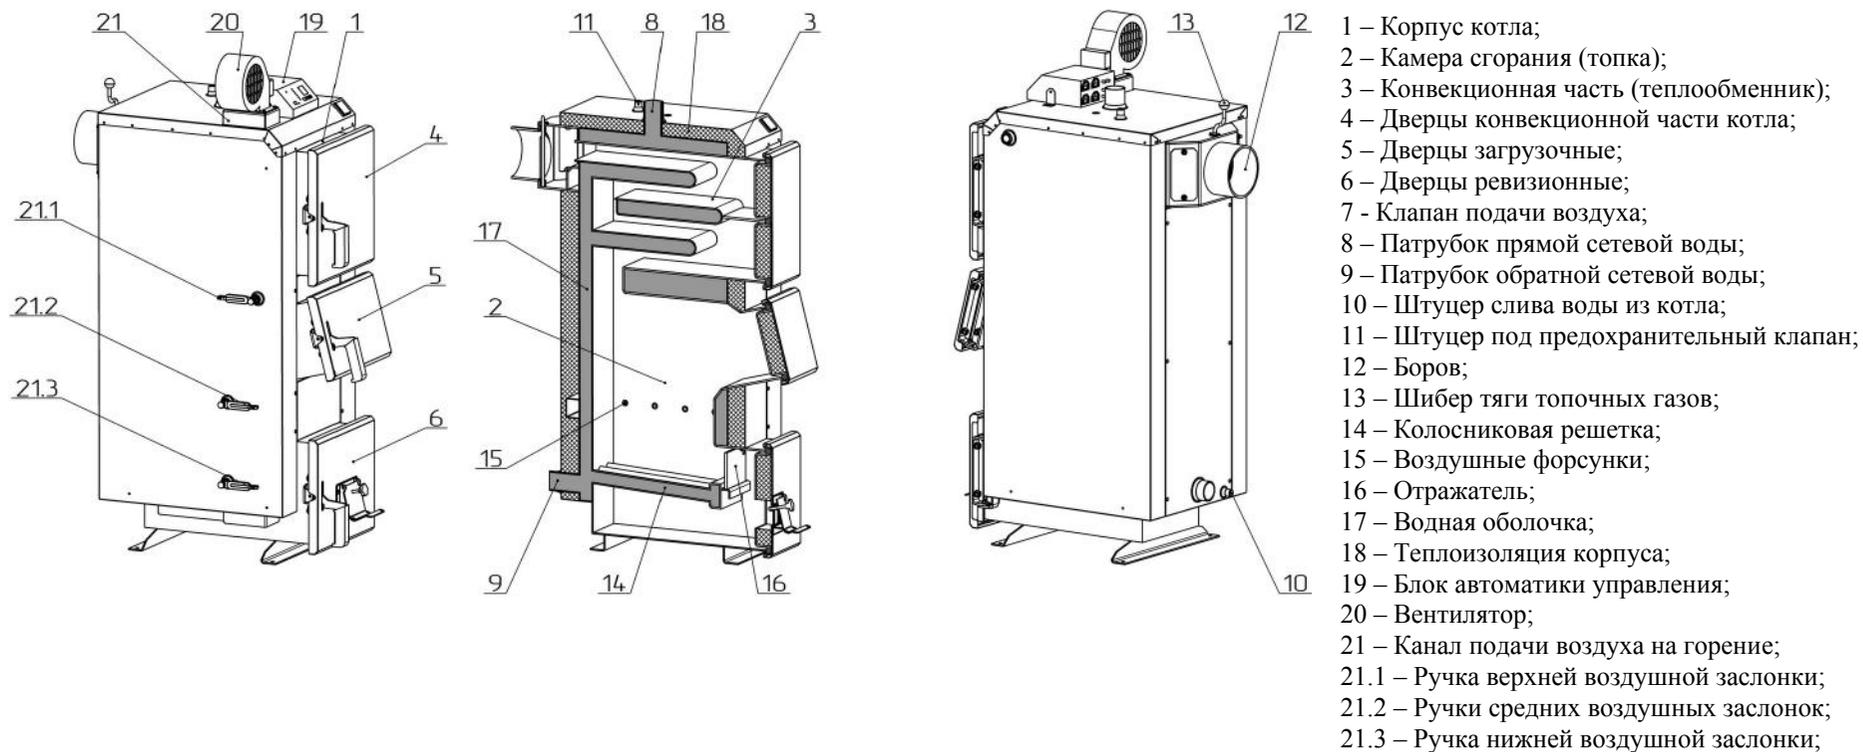

Рисунок 2 – Внешний вид и основные элементы котла
Конструктивно котел представляет собой сборно-сварную конструкцию, состоящую из корпуса (поз. 1, рис. 2) с камерой сгорания (топкой) (поз. 2, рис. 2). Над топкой расположена конвекционная часть котла (поз. 3, рис. 2), представляющая собой высокоэффективный четырехходовой теплообменник.
Корпус котла выполнен в форме параллелепипеда с двойными стенками, которые разделены водными перегородками (поз. 17, рис. 2). На наружной поверхности корпуса под декоративной обшивкой закреплена тепловая изоляция (поз. 18, рис. 2).
Топливо для процесса сжигания загружается на колосниковую решетку (поз. 14, рис. 2) через загрузочные дверцы (поз. 5, рис. 2). Колосниковая решетка выполнена из толстостенных бесшовных труб, по которым постоянно циркулирует вода из водяной оболочки котла, что делает невозможным их прогорание.
- по каналу подачи воздуха (поз. 21, рис. 2) приточным вентилятором (поз. 20, рис. 2). Количество воздуха, необходимого для процесса сгорания, регулируется автоматически блоком автоматики управления (поз. 19, рис. 2);
Подвод и отвода теплоносителя осуществляется соответственно через патрубки обратной сетевой воды (поз. 9, рис. 2) и прямой сетевой воды (поз. 8, рис. 2).
Топочные газы выходят в дымоход через боров (поз. 12, рис. 2), расположенный в задней части котла. Боров оборудован дроссельным клапаном продуктов сгорания - шибером (поз. 13, рис. 2). В случае слишком высокой тяги в дымоходе шибер позволяет ее снизить путем частичного перекрытия выходного отверстия борова.
В верхней части корпуса котла расположен штуцер для установки предохранительного клапана (поз. 11, рис. 2).
На боковой стенке корпуса в нижней ее части размещен штуцер для слива воды из котла (поз. 10, рис. 2).
- дверцы для периодического обслуживания (чистки) конвекционной части котла (поз. 4, рис. 2);
- ревизионные дверцы (поз. 6, рис. 2) для периодической чистки колосниковой решетки;
- дверцы зольника (поз. 7, рис. 2).